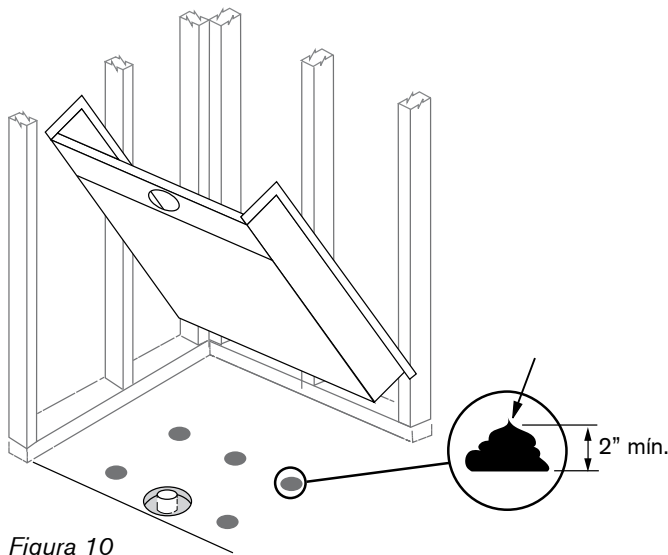

Figura 10
- 13 Coloque el plato en la cavidad y sosténgalo mientras aplica el lecho de lodo. Coloque porciones gruesas (mínimo 2" de alto) siguiendo el patrón que marcó en el piso. El lecho de lodo llenará el vacío para ayudar a sostener el plato. (Figura 10)